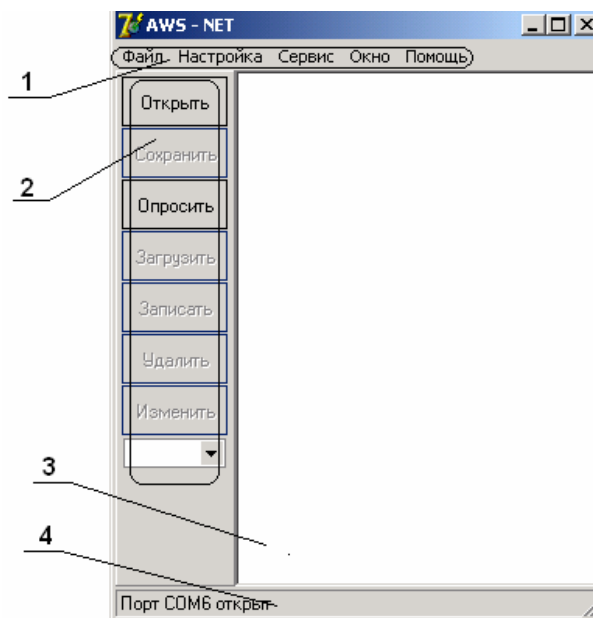
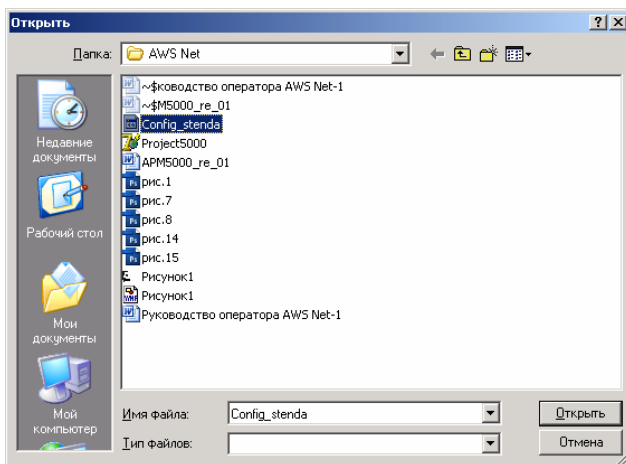

Рис.14 Главное окно программы после запуска АРМ
Рис.19 Окно «Открыть»
При запуске появляется главное окно программы, представленное на рис.14.
- В главном меню окна программы (рис.14) нажать кнопку «**Настройка**»:
- В главном меню окна программы (рис.14) нажать кнопку «**Настройка**» и выделить с помощью ЛКМ значение окна «**Порт**».
Позволяет открыть КФС (рис.14), ранее сохраненный в памяти ПК АРМа или – для первого запуска программы – шаблон КФ. После нажатия данной кнопки появится стандартное окно «Открыть», в котором необходимо выбрать путь к конфигурационному файлу системы (рис.19).
Выбрав КФС и нажав кнопку «Открыть» (рис.19), в главном окне АРМа появится список устройств домофонной системы: